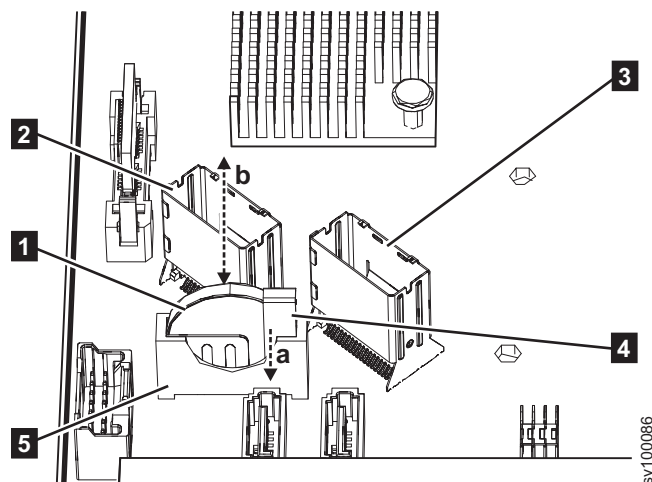

Figura 189. Substituindo a bateria CMOS do 2145-SV1
- a. Puxe o prendedor do suporte da bateria **4** na direção (a) mostrada em Figura 189.
- b. Insira a bateria no prendedor **5** na direção (b) mostrada em Figura 189. A marca “+” na bateria deve estar voltada para a parte frontal do nó.